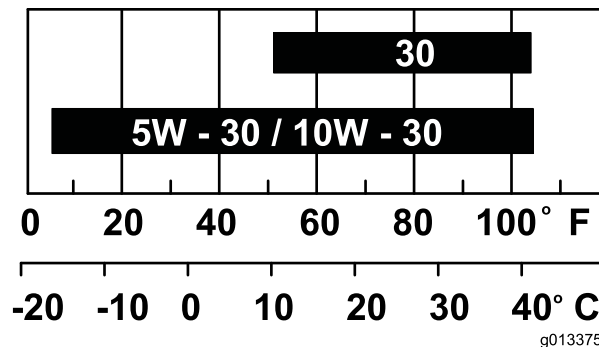

Figura 25
**Viscosidad:** consulte Figura 25.